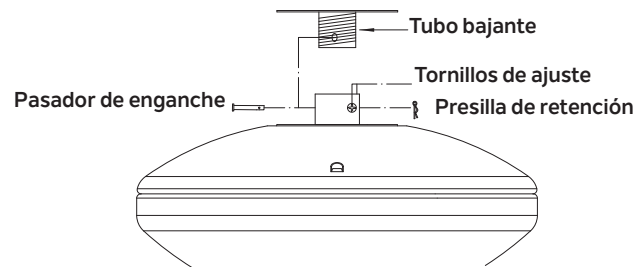

Fig. 6
Paso 4. Inserta los cables que salen por la parte superior del motor del ventilador a través de la cubierta del acoplador, la tapa de la cubierta, la cubierta, el aro decorativo y luego por el tubo bajante y la esfera. (Fig. 6)
Paso 5. Alinea los orificios en la parte inferior del tubo bajante con aquellos del collarín en la parte superior de la carcasa de motor (Fig. 6). Inserta con cuidado el pasador de enganche a través de los orificios del collarín y del tubo bajante. Ten cuidado de no apretarlo contra el cableado dentro del tubo bajante. Inserta el pasador de seguridad en el orificio cercano al extremo del pasador de enganche hasta que quede encajada en su posición como se muestra en el círculo de la Figura 6.
Paso 6. Aprieta firmemente los dos tornillos de fijación en la parte superior del motor de ventilador. (Fig. 6)